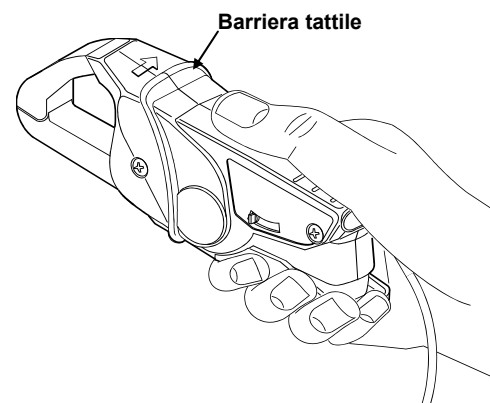

Figura 1. Dispositivo di sicurezza del Morsetto di Corrente
- Non tenere la pinza in nessun punto oltre la barriera tattile; vedi Figura 1.